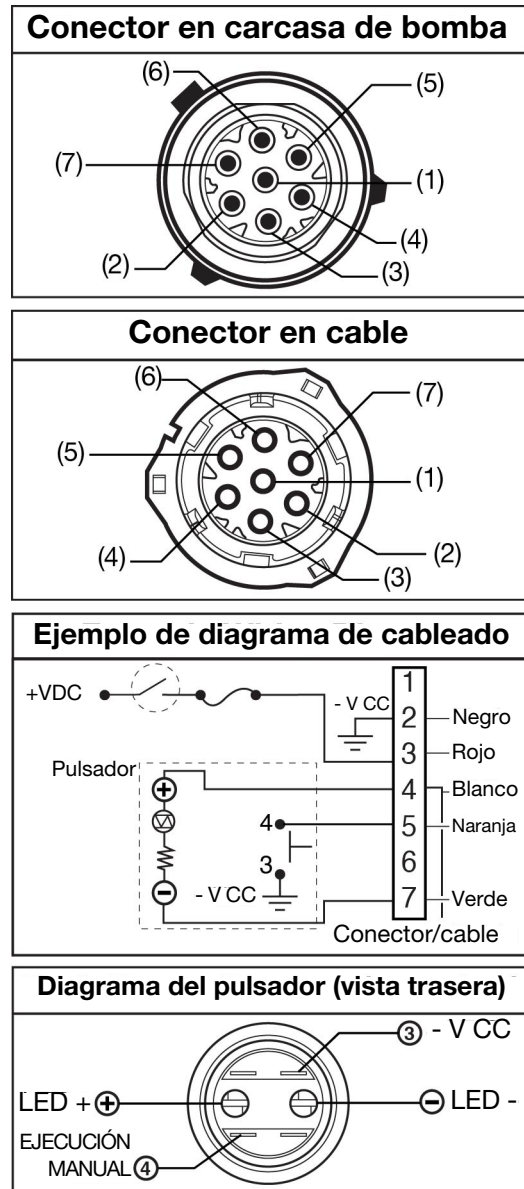

FIG. 21
5. Limpie la zona cercana al pulsador para colocar la etiqueta (55) dentro de la cabina. Pegue la etiqueta a la superficie de montaje.
6. Conecte el conector del cableado (52) al pulsador y a la bomba. Consulte **Clavija y color del cable relacionado (FIG. 21)** y la información de cableado mostrada en FIG. 21.
**Clavija y color del cable relacionado (FIG. 21)**